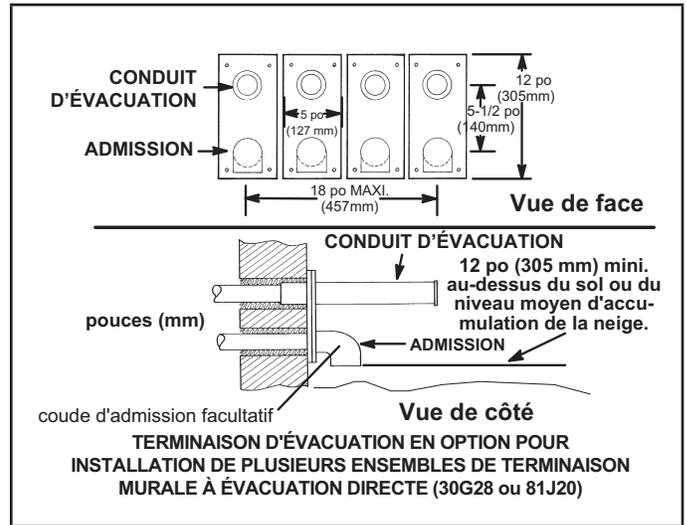

FIGURE 41
- 8 - Une installation composée de plusieurs générateurs peut être reliée à un groupe de quatre terminaisons ou moins assemblées à l'horizontale, comme illustré à la « FIGURE 41 ».